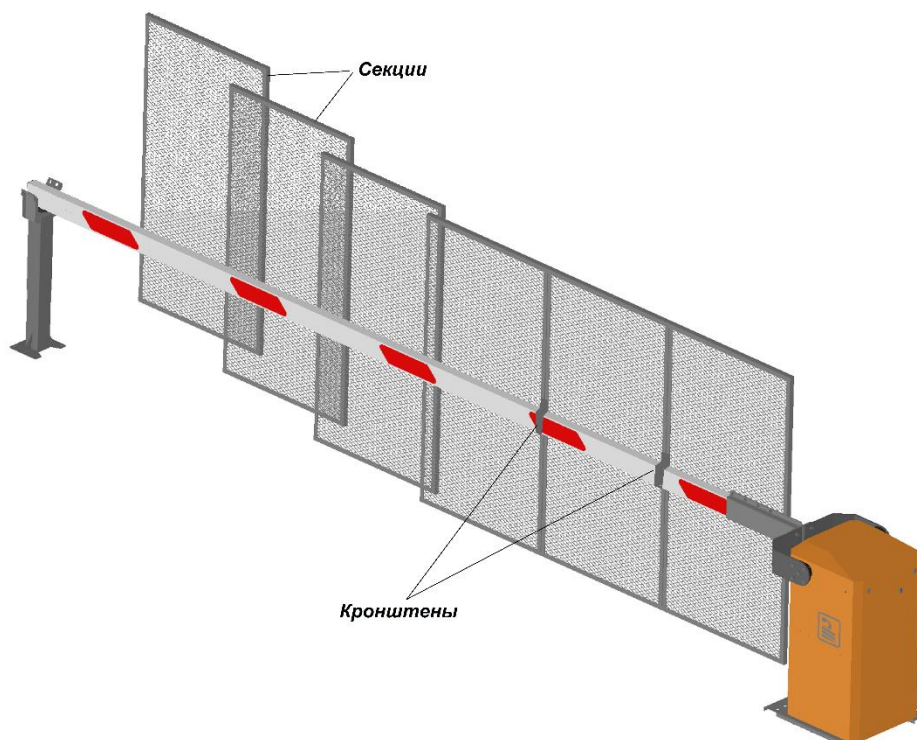

Рисунок 10
- Забор состоит из 6-ти секций. Секции устанавливаются на стрелу по одной, начиная со стороны тумбы (см. Рис.10)